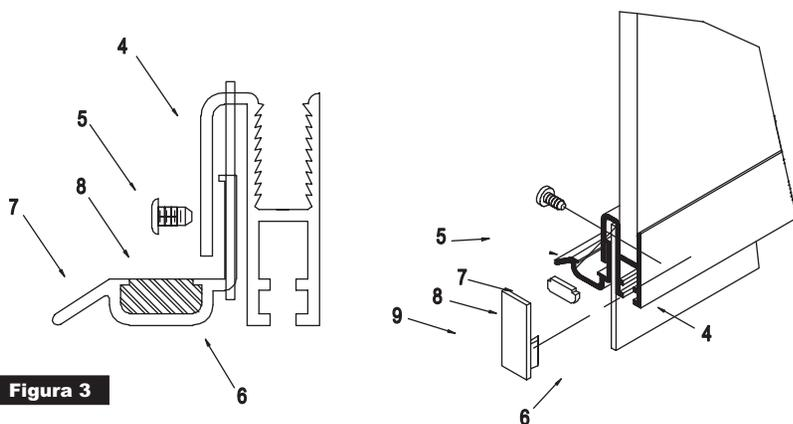

Figura 3
3. Coloque el vinilo para el vidrio inferior (3) en la parte inferior del vidrio. Sostenga el riel inferior (4) contra el canal para el vidrio inferior y coloque el riel inferior en el vidrio con el bloque para vidrio y un martillo pesado. Ajuste el riel con bisagra al riel inferior con un tornillo de cabeza plana #8x 1-1/4. Coloque tres tornillos B #6 x 1/4" (5) en el riel inferior. Coloque el vinilo para salpicadero (6) y la bandeja de goteo (7) en el riel inferior. El vinilo para salpicadero debe nivelarse con el extremo del cerrojo del riel inferior y debe acoplar al riel con bisagra en el otro extremo. Nivele la bandeja de goteo con muesca posterior en el riel inferior en el lateral con cerrojo. Presione la bandeja de goteo lo más posible en el lateral con cerrojo y lo más abajo posible en el lateral con bisagra y ajuste con los tres tornillos B #6 x 1/4" (5).
4. Coloque el tapón (8) en el extremo de la bandeja de goteo del lado del picaporte. El agua debe desagotar en la ducha cuando la puerta está abierta. Coloque la tapa del extremo de riel inferior (9) en el extremo del riel inferior (4) (ver Figura 3).